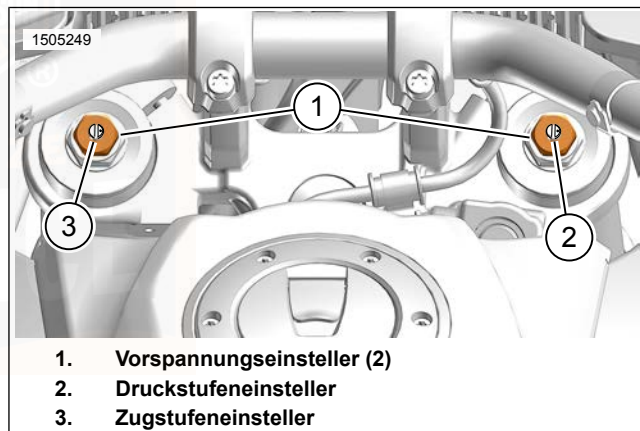

Abbildung 18. Einsteller für Vorderradfederung
Siehe Abbildung 18. Die Schraube des Druckstufeneinstellers (2) befindet sich auf dem rechten Tauchrohr.
Siehe Abbildung 18. Die Schraube des Zugstufeneinstellers (3) befindet sich auf dem linken Tauchrohr.
2. Die Schraube des Zugstufeneinstellers (3) um die empfohlene Anzahl von Umdrehungen gegen den Uhrzeigersinn drehen. Siehe Tabelle 27.
Siehe Abbildung 18. Die Vorspannungseinsteller (1) befindet sich jeweils auf dem Tauchrohr.